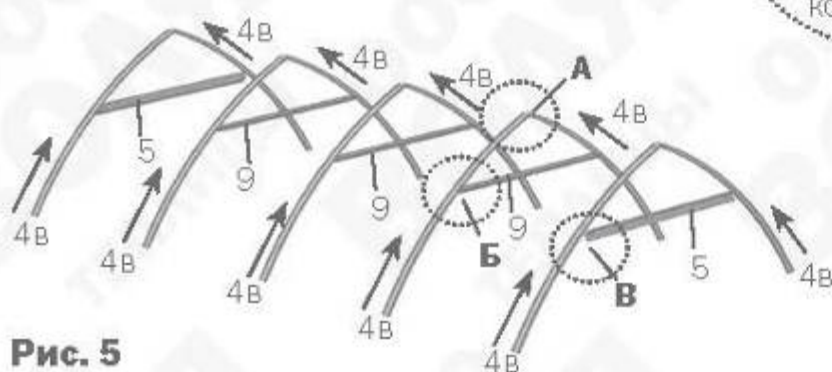

Рис. 5
2. Выполняйте сборку в соответствии с фотографиями этапов сборки и узлов, представленными на **рис. 5..12**. На рисунках показана сборка теплицы длиной 4 м. Необходимая длина теплицы достигается путем добора соответствующих деталей из пакета(ов) «Вставка». Для соединения деталей используются винты М5х10.